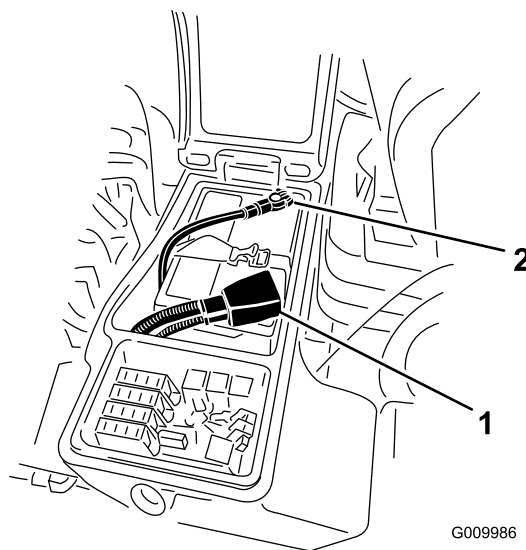

Рисунок 48
3. Отсоедините отрицательный кабель (черный) от отрицательной (-) клеммы и положительный кабель (красный) от положительной (+) клеммы аккумуляторной батареи (Рисунок 48).
6. Подсоедините положительный кабель (красный) к положительной клемме (+), а отрицательный кабель (черный) – к отрицательной (–) клемме аккумуляторной батареи (Рисунок 48).